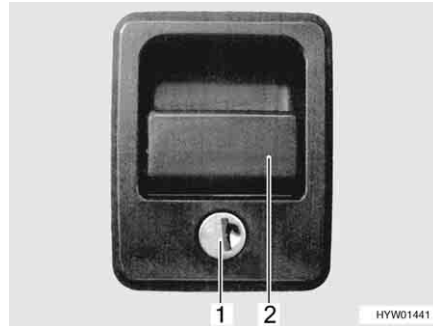

Fig. 40 Serratura dello sportello con impugnatura
- Inserire la chiave nel cilindro della serratura (Fig. 40,1) e ruotare di un quarto di giro. La serratura dello sportello è sbloccata.
- Tirare la maniglia della serratura (Fig. 40,2). In questo modo si apre lo sportello esterno.